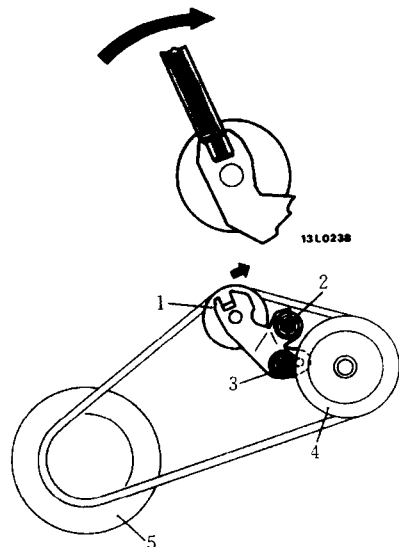

图 34 动力转向泵传动带——3000GT 和钻石车 3.0L (6G72) 双顶置凸轮轴发动机
④ 放下汽车，拆下巡航控制泵连接总成。
⑤ 将动力转向软管安放在油底壳下面。
⑥ 松开张紧轮固定螺栓，拆下动力转向泵驱动传动带 (图 34)。
① 安装动力转向泵传动带。
② 在张紧轮支架末端插入一加长棒或其它替代